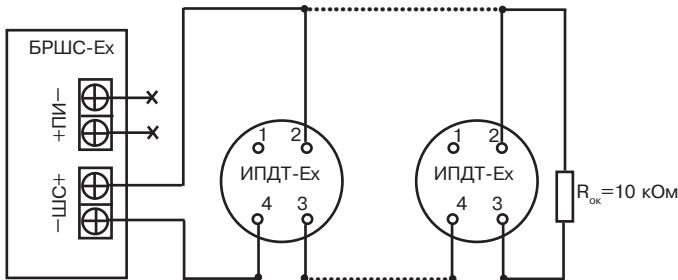

Рисунок 1 – Рекомендуемая схема подключения ИПДТ-Ex к БРШС-Ex (в один шлейф БРШС-Ex рекомендуется включать не более 10 ИПДТ-Ex)
5.2.3 Произведите монтаж подводящих проводов к клеммам контактов основания согласно схеме подключения (рисунок 1). Максимальная площадь поперечного сечения проводников – 0,75 мм2.